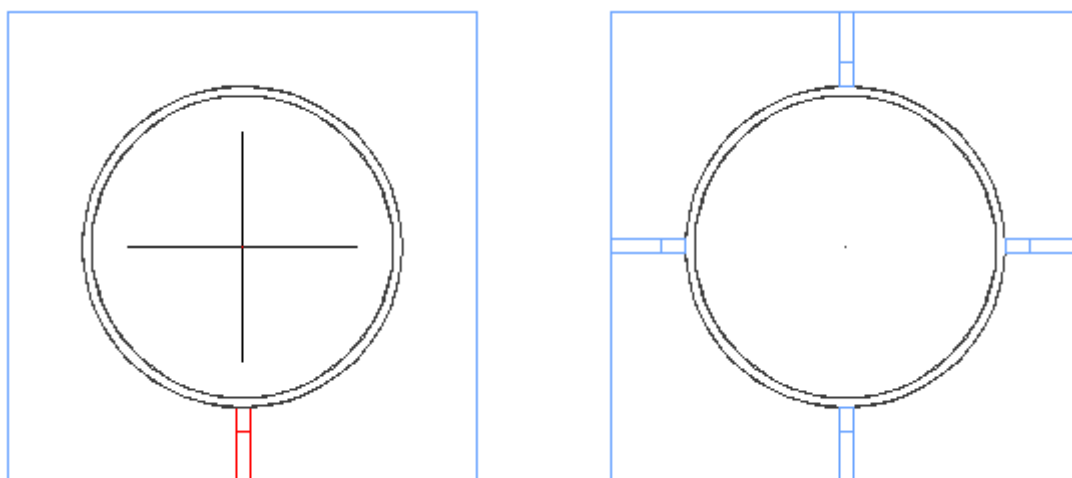

Рисунок 52
- Привязаться к осевой линии (Рисунок 52). Подтвердить копирование.